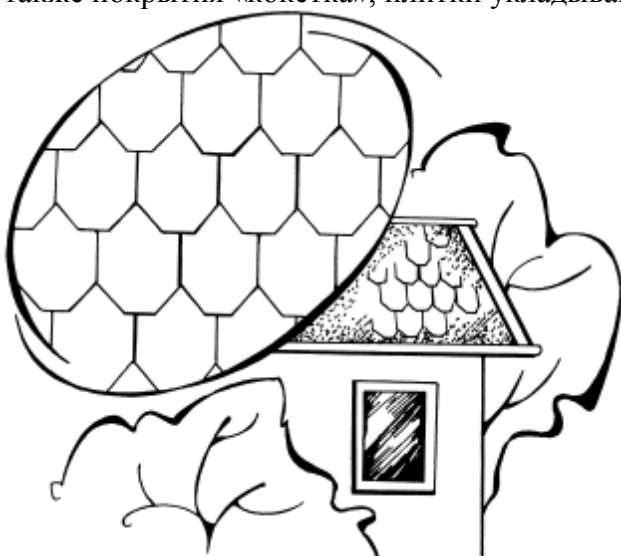

Рис. 36. Кладка «восьмиугольники»
- декоративной кладки восьмиугольными плитками, причем самим плиткам можно придавать разную форму (рис. 36);